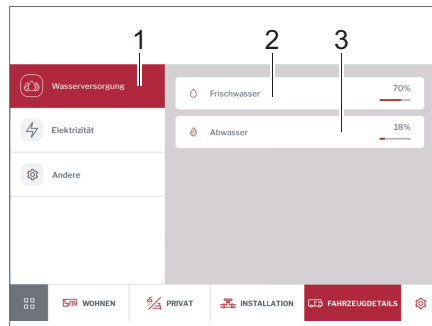

Bild 270 Wasserversorgung
- Auf Schaltfläche *Wasserversorgung* (Bild 270,1) tippen.
Es werden die Füllstände des Frischwassertanks (Bild 270,2) und des Abwassertanks (Bild 270,3) in % angezeigt.